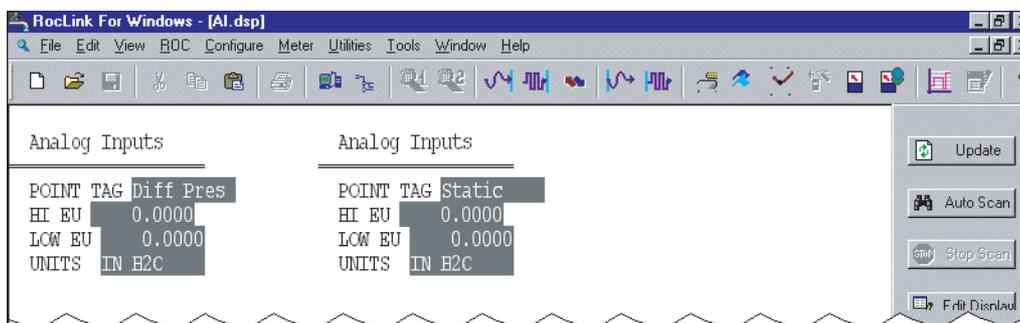

Figura C-9 Exibição a partir de Disco
4. Clique em **Update** para exibir os campos de dados com os valores atuais. Consulte a Figura C-9.